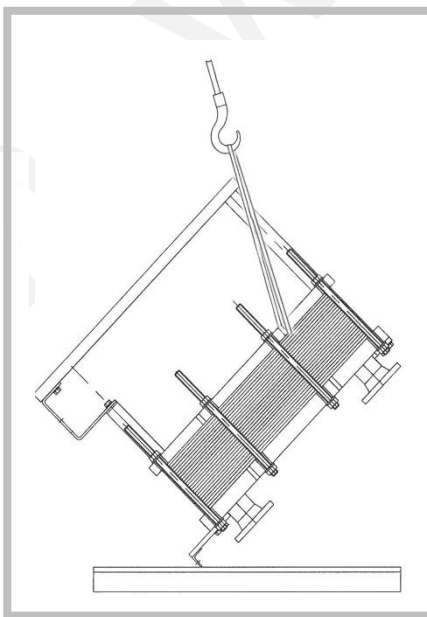

图 26
3. 慢慢地将板式换热器从托盘上抬起（图 26）。确保吊索牢牢固定在吊耳中。